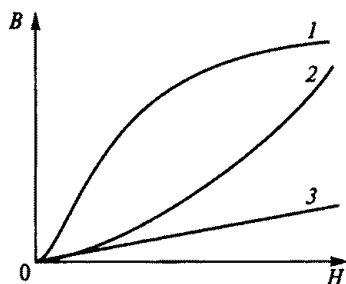

Рис. 40
2.2. Какая из приведенных кривых 1...3 на рис. 40 соответствует зависимости $B = f(H)$ для катушки с латунным сердечником?
2.3. Какая из приведенных кривых 1...3 на рис. 40 соответствует процессу намагничивания катушки с ферромагнитным сердечником?